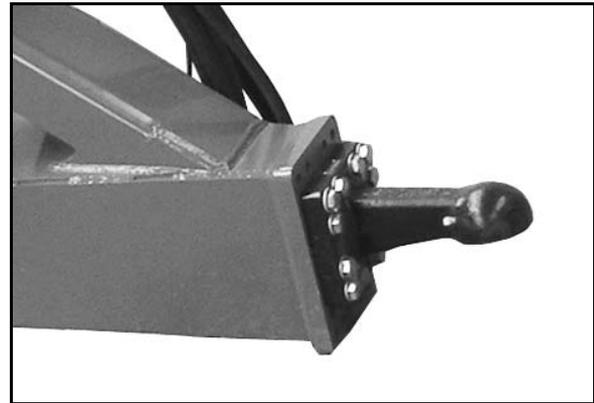

Fig. 31
- Zugkugelnkupplung K 80 (Fig. 31).